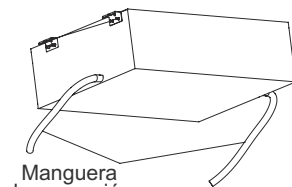

Fig.25
- (5). Use una manguera de desagüe adecuada y vea la Tabla 3 para comprobar sus dimensiones.
- (6). En los lados derecho e izquierdo hay un puerto de desagüe. Este debe cumplir con las regulaciones locales (Fig.25).
- (7). Cuando la unidad se envíe de fábrica, el puerto de desagüe por defecto estará en el lado izquierdo (caja eléctrica). El puerto en el lado derecho se ha conectado.